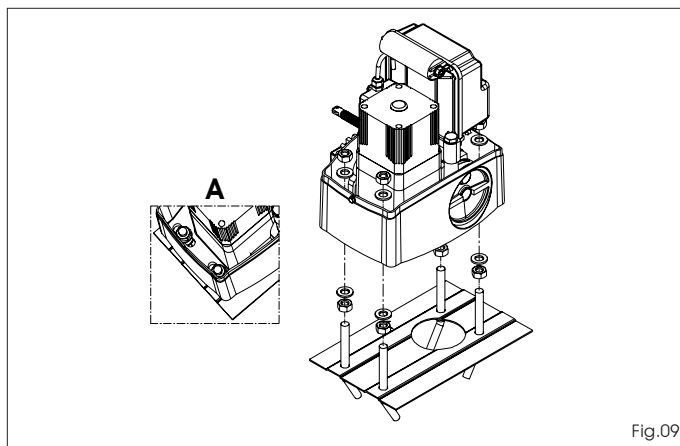
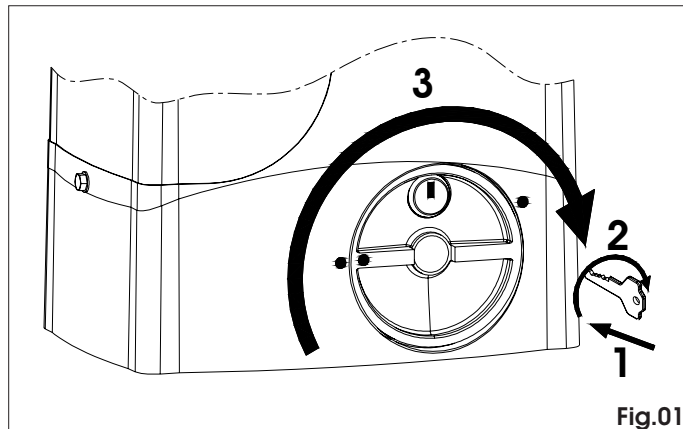

Fig.09
Fig.01
- 2- Placer l'opérateur sur la plaque de fondation en utilisant les rondelles et les écrous fournis d'après la Fig. 09. Durant cette opération faire passer les câbles à travers les ouvertures spécifiques réalisées dans le corps du moteur (Voir Fig. 01 réf. 9). Si nécessaire, il est possible, en utilisant un marteau, d'unir les deux trous en obtenant un passage plus large.
- 1) Inserire l'apposita chiave in dotazione e ruotarla in senso orario come indicato in Fig.01 rif. 1 e 2.